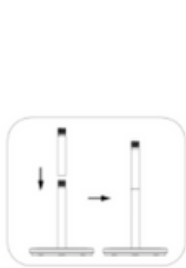

Fig. 2
2. Înșurubați a doua coloană a suportului la coloana instalată în pasul anterior și strângeți-o bine pentru a instala ansamblul capului (Fig. 2).